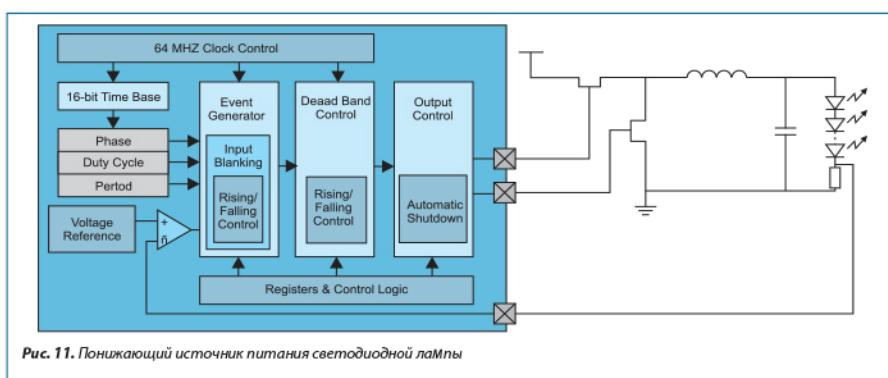

Рис. 11. Понижающий источник питания светодиодной лампы
- Пример понижающего источника питания светодиодной лампы показан на рис. 11.